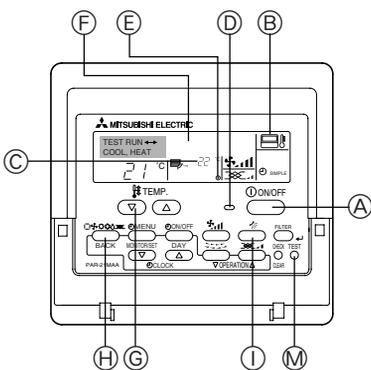

Fig. 7-1
7.2.1. Afstandsbediening met draad (Fig. 7-1)
- ① Schakel het apparaat minimaal 12 uur voor het proefdraaien in.
- ② Druk tweemaal op de toets [TEST]. ⇒ "TEST RUN" in het LCD-venster
- ③ Druk de toets [Mode selection] (Moduskeuze) in. ⇒ Controleer of er lucht wordt uitgeblazen.
- ④ Druk op de toets [Mode selection] (Moduskeuze) en schakel over naar de werksstand koelen (of verwarmen). ⇒ Controleer of er koude (of warme) lucht wordt uitgeblazen.
- ⑤ Druk op de toets [Fan speed] (Windsnelheid). ⇒ Controleer of de luchtuitstroomsnelheid verandert.
- ⑥ Controleer de ventilator van het buitenapparaat op een goede werking.
- ⑦ Schakel het proefdraaien uit met de [ON/OFF] (AAN/UIT)-toets ⇒ Stop
- ⑧ Leg een telefoonnummer vast.